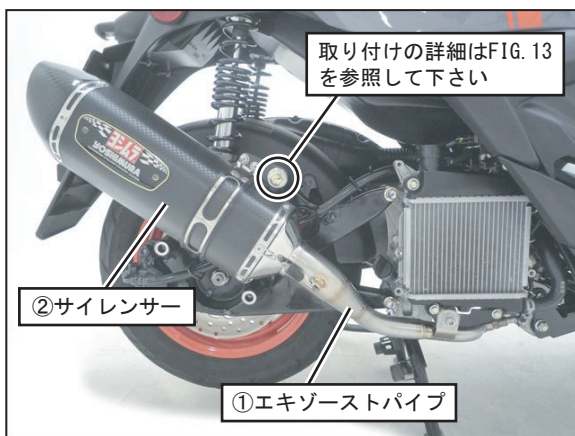

FIG. 12
8. ⑥サイレンサーステーの位置を調整し、車両に純正ボルト（L45）と⑪平ワッシャM10×22を使用して仮締めして下さい。（FIG. 12, 13 参照）